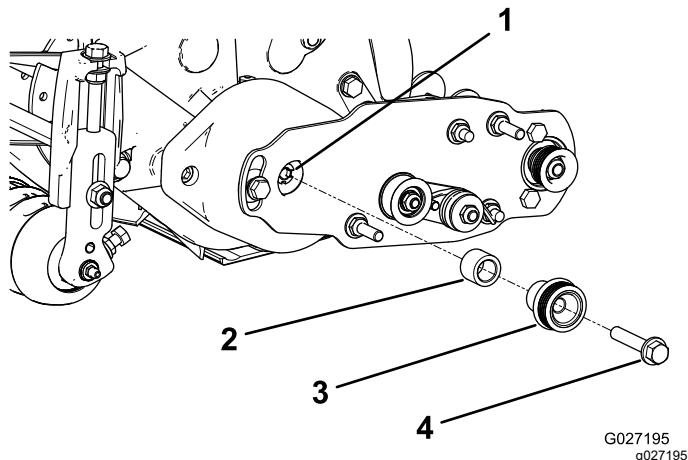

Figura 15
- Inserite il distanziale sull'albero dell'alloggiamento del cuscinetto (Figura 15).
- Inserite la puleggia motrice nel distanziale e sull'albero di trasmissione (Figura 15).
- Fissate la puleggia all'albero di trasmissione con un bullone a testa flangiata (3/8" x 2"); fate riferimento alla Figura 15.